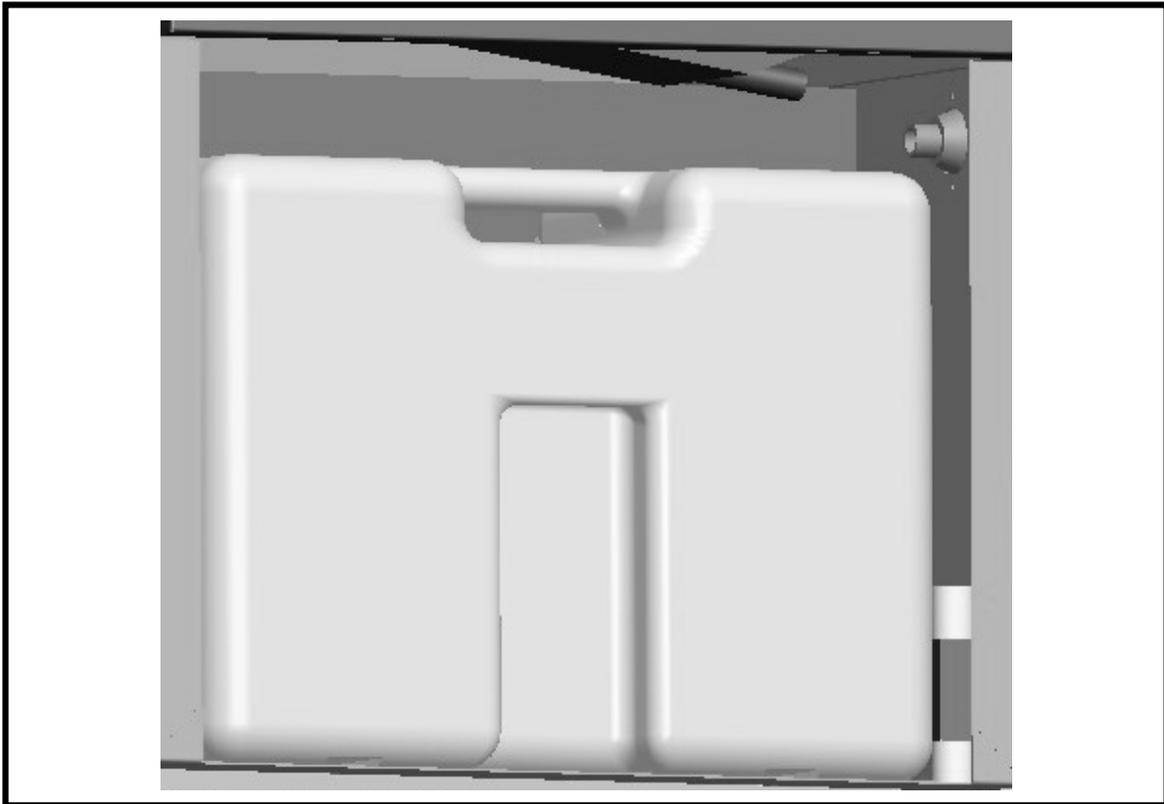

Fig. 19
► Při použití nepřetržitého odtoku kondenzátu ponechte nádržku uvnitř a vyvedte hadičku na připravený bod na pravé straně stroje (FIG. 19, 20).